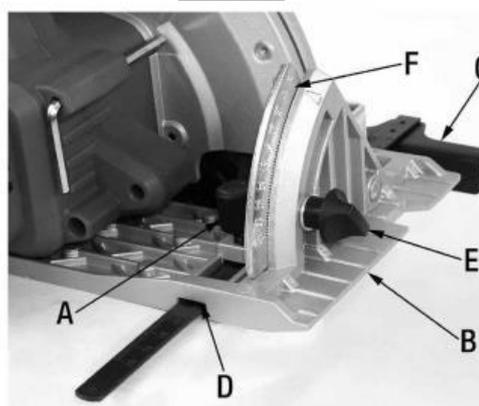

Рис.7
Открутите ручку фиксации направляющей кромки (А) Рис.7 на опорной плите (В). Вставьте направляющую кромки (С) в пазы (D). Установите желаемую ширину и снова затяните ручку фиксации направляющей кромки (А).
Отрегулируйте угол скоса, ослабив ручку регулировки скоса (Е) Рис.7, используйте шкалу скоса (F) в качестве ориентира и наклоните основание (В) до нужного угла скоса. Затяните ручку регулировки скоса.